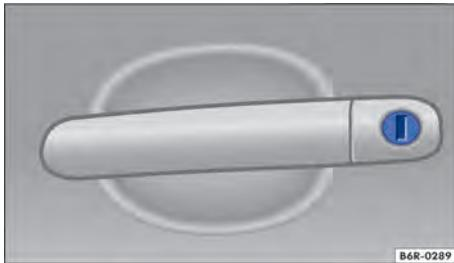

Fig. 185 Maçaneta da porta do condutor com cilindro da fechadura.
- Introduzir a haste da chave no cilindro da fechadura e destrarvar ou travar o veículo → Fig. 185.